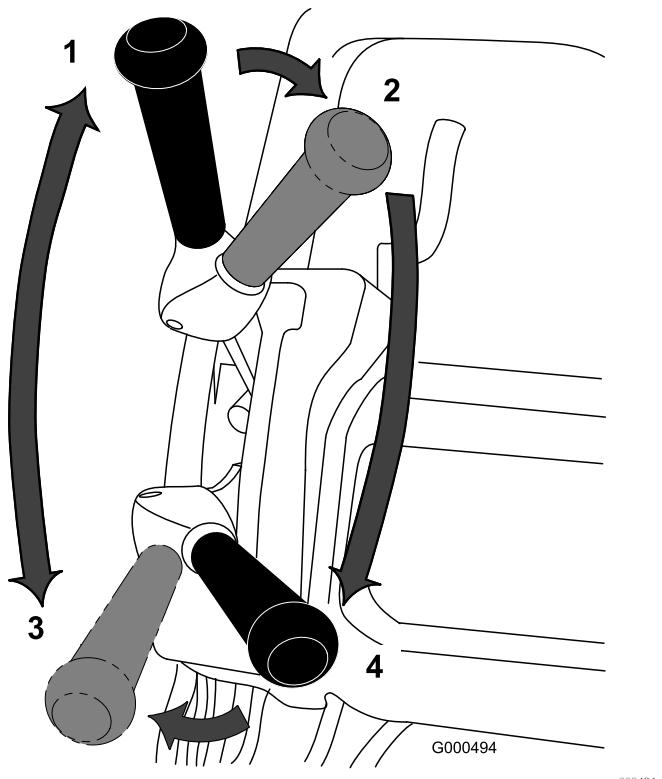

図 35
1. マシンを始動、速度コントロールをゼロにセットし、ハンドルを押し下げてカッティングユニットを上げ、オペレータコントロール OPCを握り、走行レバーを入れにセット図 35して、ゆっくりと速度を操作して走行速度を上昇させて、グリーンのカラー縁に入る。
3. 走行レバーを解除し、次に左前方向に倒して走行とリールの駆動を開始する図 35。